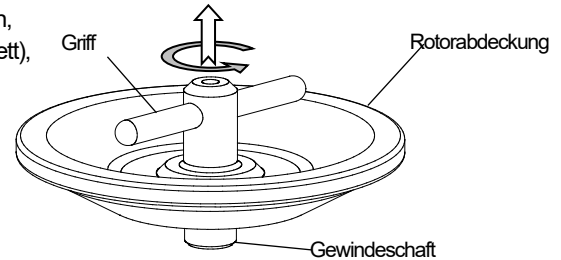

Abb. 3-1 Entfernen des Griffs
- 4) Beschichten Sie die Dichtung leicht mit Silikonfett (Vakuumfett), um sie komplett luftdicht zu machen, und wischen Sie überschüssiges Fett ab. Wenn Sie den S58A- und S50A-Rotor benutzen, beschichten Sie die Griffdichtung (O-Ring) leicht mit Silikonfett (Vakuumfett), nachdem Sie den Griff von der Rotorabdeckung entfernt haben. Drehen Sie den Griff entgegengesetzt des Uhrzeigersinns und ziehen Sie ihn nach oben, um den Griff von der Rotorabdeckung zu entfernen (siehe Abb. 3-1). Nachdem Sie die Griffdichtung (O-Ring) fertig mit Vakuumfett beschichtet haben, setzen Sie den Griff mit der Griff-Dichtung (O-Ring) auf den Rotorkörper und drehen Sie den Griff im Uhrzeigersinn, um den Griff an der Rotorabdeckung anzubringen.
- 4) Beschichten Sie die Dichtung leicht mit Silikonfett (Vakuumfett), um sie komplett luftdicht zu machen, und wischen Sie überschüssiges Fett ab. Beschichten Sie die Griffdichtung (O-Ring) leicht mit Silikonfett (Vakuumfett), nachdem Sie den Griff von der Rotorabdeckung entfernt haben. Drehen Sie den Griff entgegengesetzt des Uhrzeigersinns und ziehen ihn nach oben, um den Griff von der Rotorabdeckung zu entfernen (siehe Abb. 3-1). Nachdem Sie die Griffdichtung (O-Ring) fertig mit Vakuumfett beschichtet haben, setzen Sie den Griff mit der Griffdichtung (O-Ring) auf den Rotorkörper und drehen Sie den Griff im Uhrzeigersinn, um den Griff an der Rotorabdeckung anzubringen.